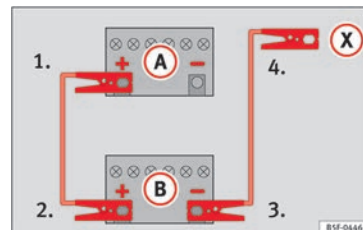

Fig. 89 Esquema de conexión para vehículos sin sistema Start-Stop.
2. Emborne un extremo del cable *rojo* de emergencia al polo positivo (+) del vehículo con la batería descargada (A) » fig. 89.
3. Emborne el otro extremo del cable *rojo* de emergencia al polo positivo (+) del vehículo que suministra la corriente (B).
- 4a. *En los vehículos sin sistema Start-Stop:* emborne un extremo del cable *negro* de emergencia al polo negativo (-) del vehículo que suministra la corriente (B) » fig. 89.